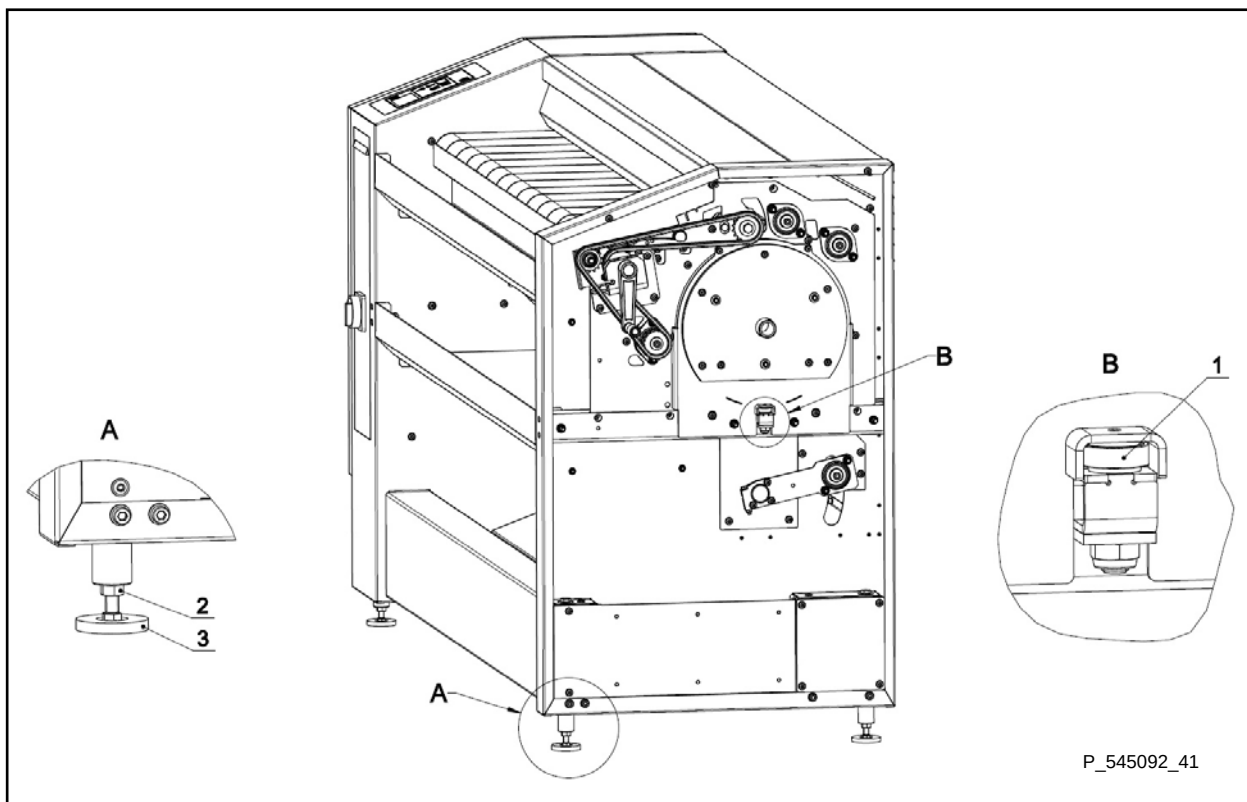

figura 3.8.B.
- Figura 3.8.B. – poleas de apoyo y patas delanteras ajustables.
- Si el cilindro de planchado pasa rápidamente a un lado de la máquina de modo que el rodamiento de la polea de apoyo (1) empiece a girar, entonces haga por pasos muy finos (1/4 de la rosca) la corrección con la pata delantera de ajuste:
- En cuanto con el ajuste de la posición de las patas delanteras de ajuste se encuentre la posición neutral del cilindro de planchado (es decir, el cilindro de planchado no está en contacto con el rodamiento de la polea de apoyo), entonces asegure la posición de las patas delanteras de apoyo con la tuerca (2).